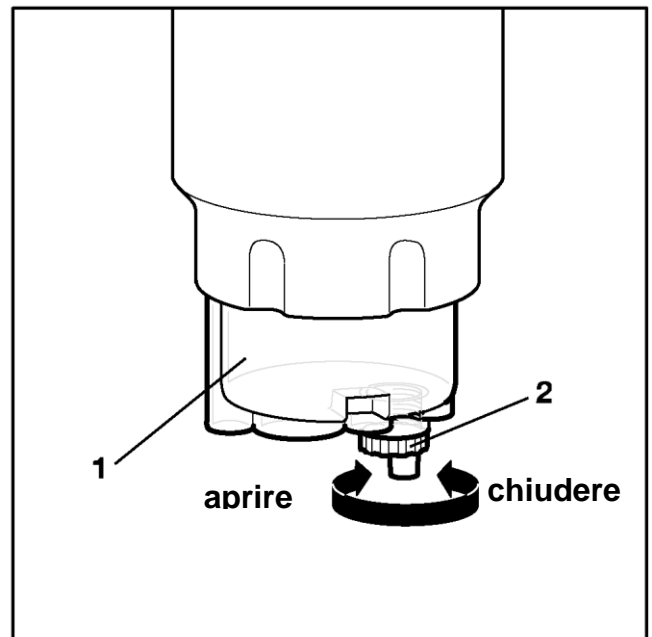

Fig. 4 Far defluire l'acqua
- Controllare se la vite di sfiato dell'acqua è collegata (vedi anche Fig. 4).
- Svitare la vite di scarico (pos.2, Fig. 4) sul fondo del contenitore di raccolta dell'acqua (pos. 1, Fig. 4) e far defluire l'acqua.
- Avvitare nuovamente la vite di scarico (pos.2, Fig. 4).
- Controllare se la vite di scarico dell'acqua è collegata (vedi anche Fig. 4).